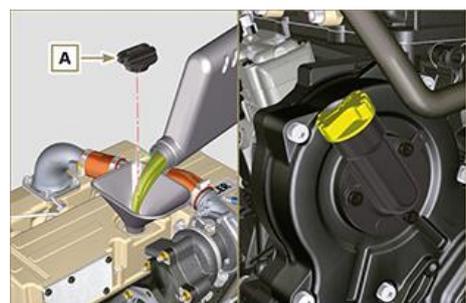

Fig. 5.2
5. Re-tighten the cap **A** (**Fig. 5.2**).